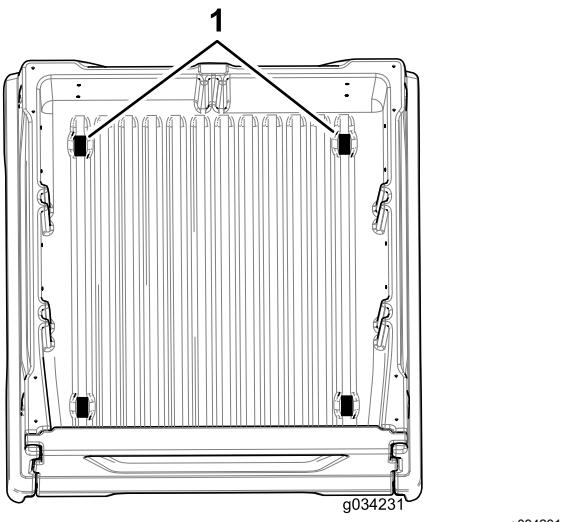
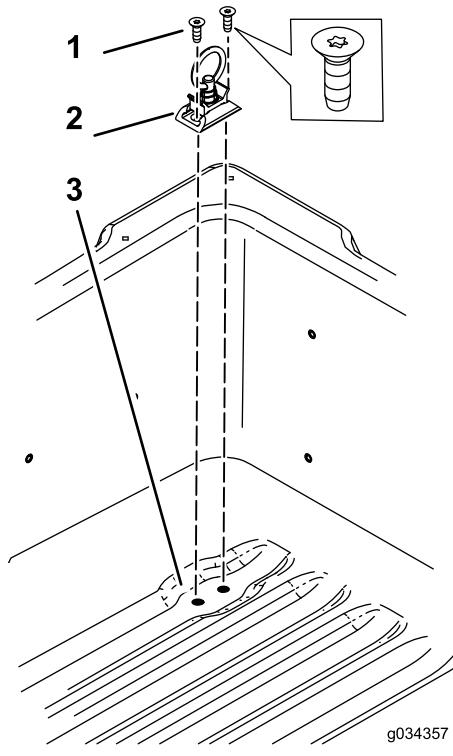

Figura 5
Figura 6
- Collegate la staffa nelle posizioni indicate dalla Figura 5 con 2 viti (Figura 6).